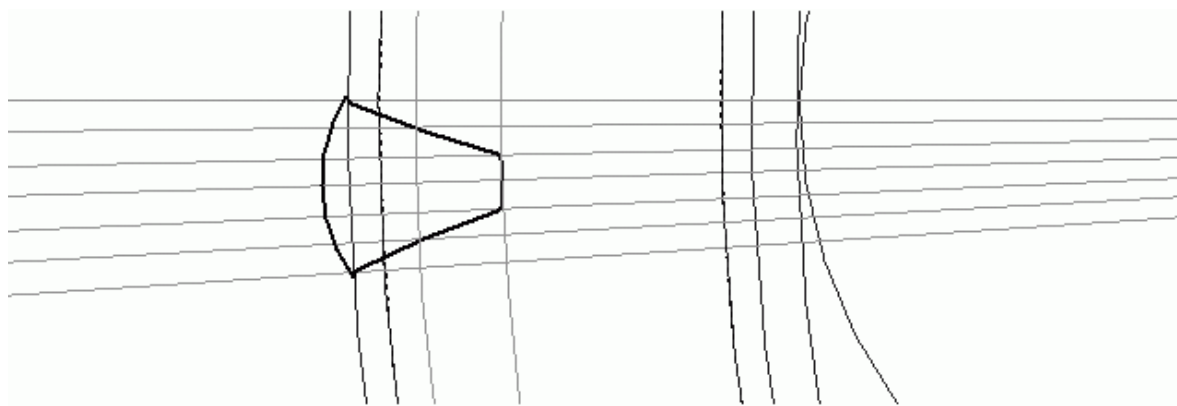

Рис. 3.58. Эскиз профиля выреза между зубьями
3. Привязываясь к сетке вспомогательных линий, постройте контур профиля выреза между зубьями (рис. 3.58). Вместо эвольвент создайте обычные дуги (команда Дуга по 3 точкам). Эти дуги обязательно должны проходить через точки зацепления, находящиеся на пересечении вспомогательной делительной окружности, а также первой и пятой вспомогательных прямых соответственно (учитывая только те прямые, которые откладывались под углом $\varphi/8$ от горизонтали). При желании вы можете также создать скругления на головках и ножках вырезаемых зубьев. Завершите редактирование эскиза.